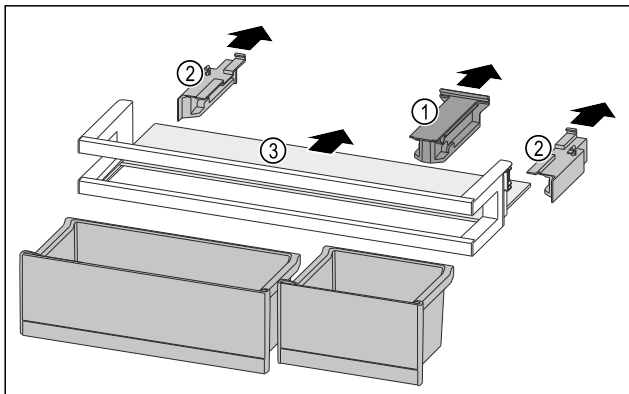

Fig. 240
- ▶ Снимите крепление Fig. 240 (1).
- ▶ Снимите боковые части Fig. 240 (2).
- ▶ Извлеките съемную полку Fig. 240 (3).